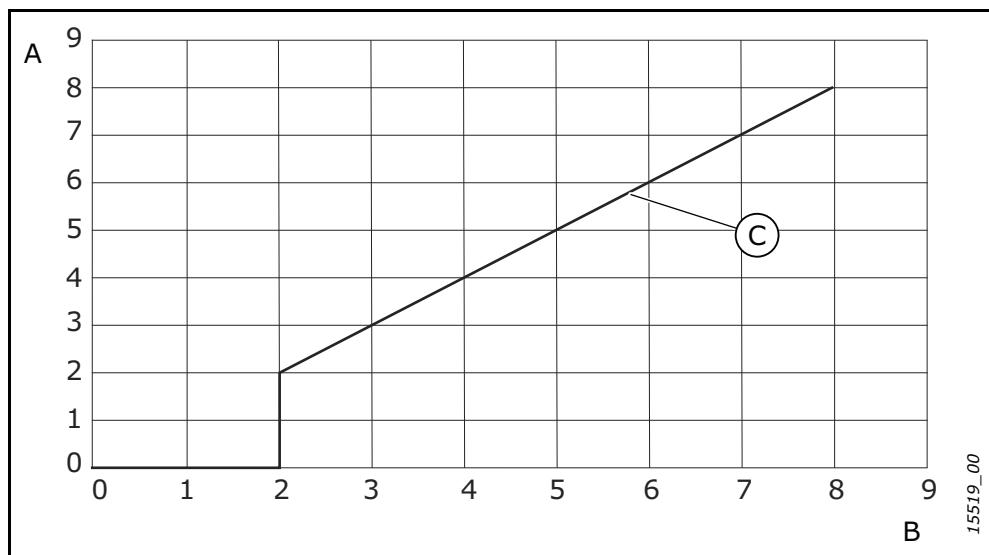

Figure 1. Durée de stockage et durée de reconditionnement
4. Commencez à reformer les condensateurs. La durée du reformage dépend de la durée du stockage. Voir Figure 1.
4. Commencez à reformer les condensateurs. La durée du reconditionnement dépend de la durée du stockage. Voir Figure 1.